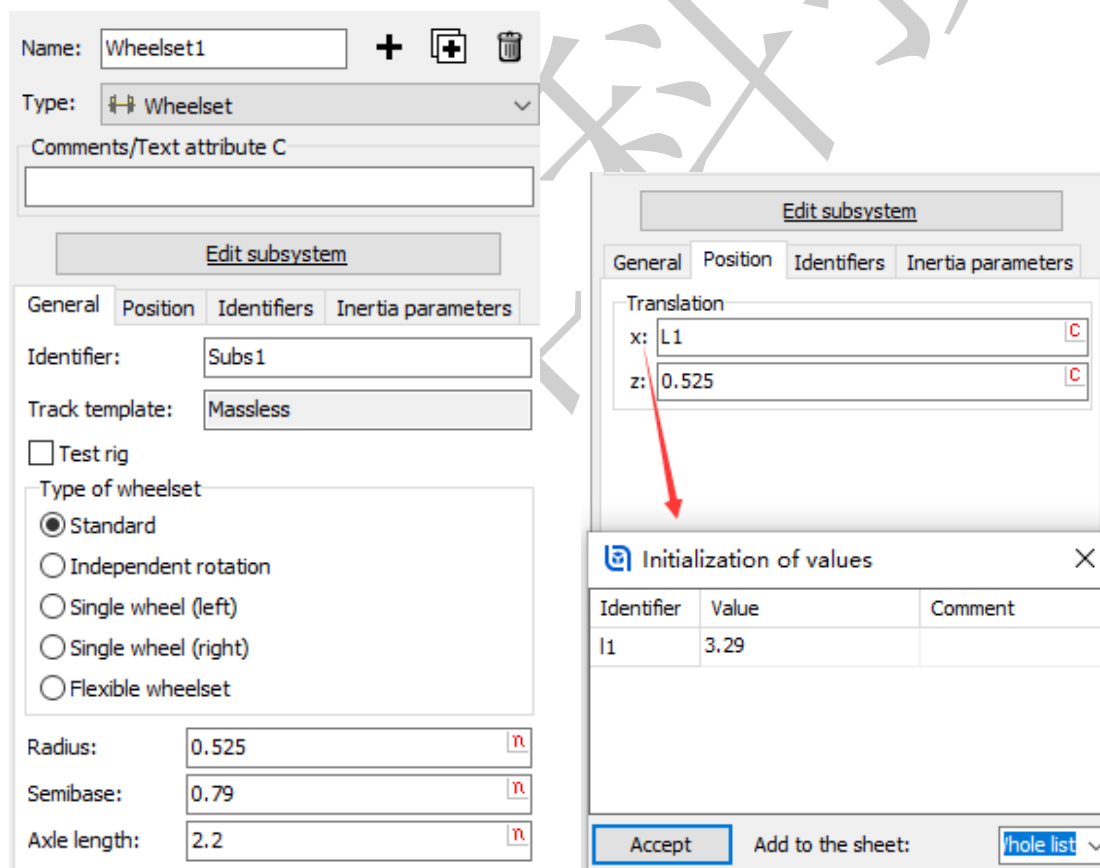

图 2.6 设置轮对参数
1. 先在左侧模型树选中 **Subsystems**，然后在右侧交互界面点击按钮 ，添加一个子系统，重命名 **Wheelset1**，从 **Type** 下拉菜单选择类型为 **Wheelset**。动画窗口将显示一个轮对，交互界面显示相应的几何和惯量参数，参数符号 **v0** 自动添加到参数表。有些参数可以直接在这里修改，比如滚动圆半径和横向跨距之半，如图 2.6 所示。